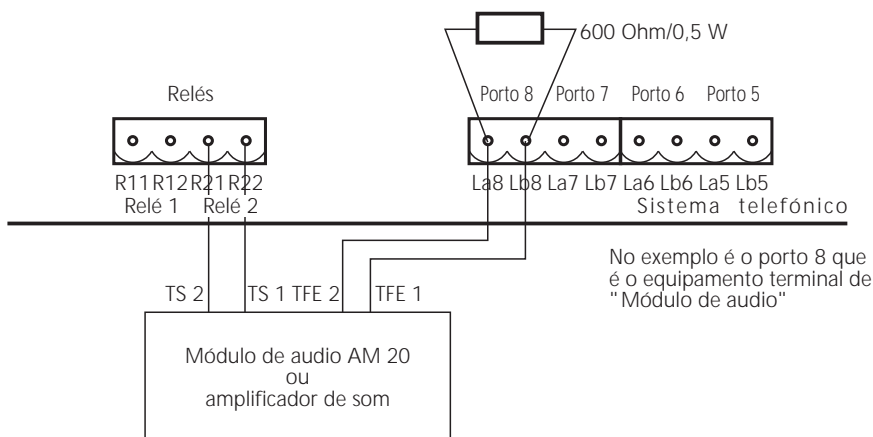

fig. 5: conexão de um módulo de audio
- ou a um dos portos analógicos (ver fig. 5).